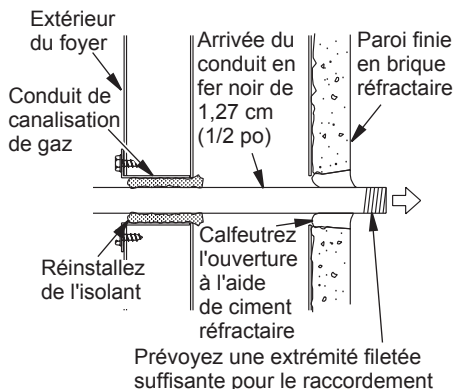

Figure 22 - Installation de la canalisation de gaz
3. Acheminez une canalisation de gaz en fer noir de 1,27 cm (1/2 po) dans le foyer par l'arrière par le manchon de conduit de canalisation de gaz (ajoutez de la hauteur si vous utilisez une plate-forme d'élévation). Prévoyez une longueur suffisante de conduit dans la chambre du foyer pour effectuer le raccordement (voir figure 22).